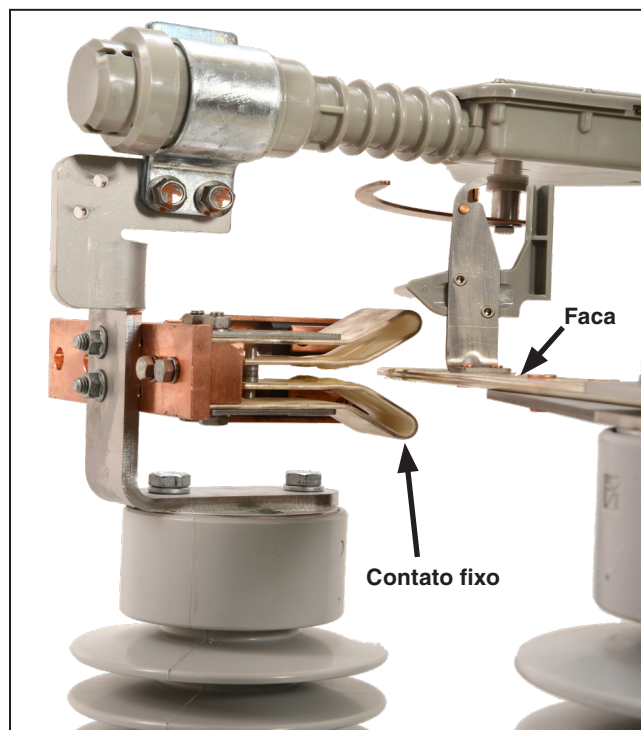

Figura 40. Durante o fechamento, assegure-se que cada faca entra no contato fixo de forma centralizada.
- As facas devem se movimentar em direção ao centro de cada contato fixo respectivo. Ver Figura 40 na página 29.